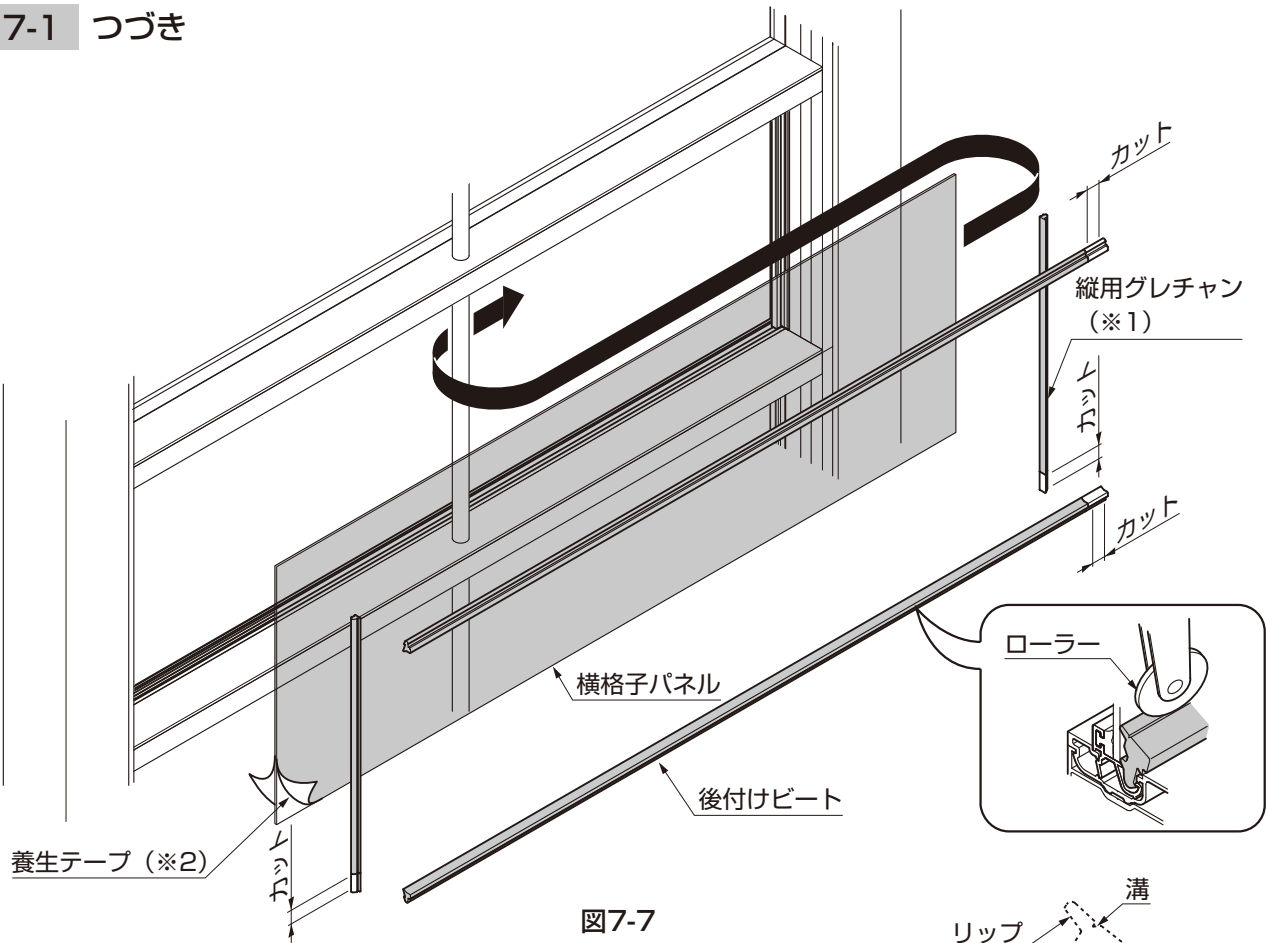
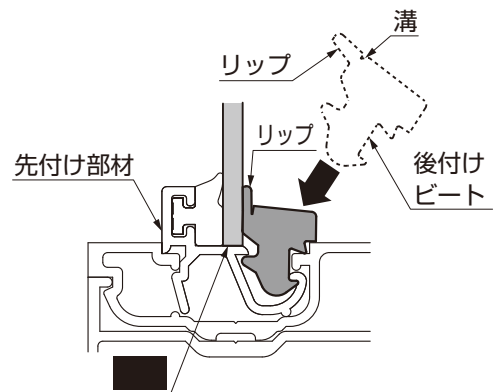

図7-7
図7-9
(図7-7、図7-9参照)
- ⑥後付けビートを横格子にはめこんでください。(図7-9参照)